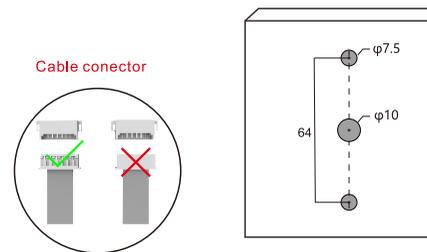

Imagen 1
- 1) Pegar la plantilla de instalación a una altura adecuada. La distancia entre el agujero central y la pared de apertura es de 40mm. Luego realizar los agujeros correspondientes (imagen 1).
- 1) Pegar la plantilla de instalación a una altura adecuada. Luego realizar los agujeros correspondientes (imagen 1).